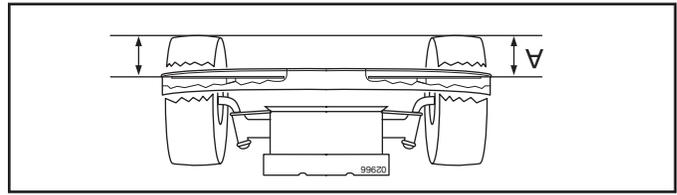

FIG. 22
**AJUSTEMENT LATÉRAL DE PRÉCISION** (Voir la Fig. 22)